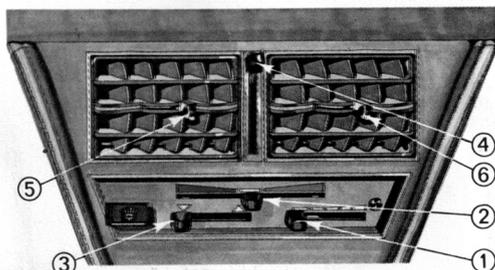

Abb. 19 - Betätigungen des Belüftungssystems
**Ventilator (Abb. 19 - Markierung 1)**
**Einstellung der Temperatur für die Frischluft (Abb. 19 - Markierung 2)**
**Verteilung der Luft zwischen Windenschutzscheibe und Wagenboden (Abb. 19 - Markierung 3)**
**Betätigung der mittleren Lüftungsrills (Abb. 19 - Markierung 4)**